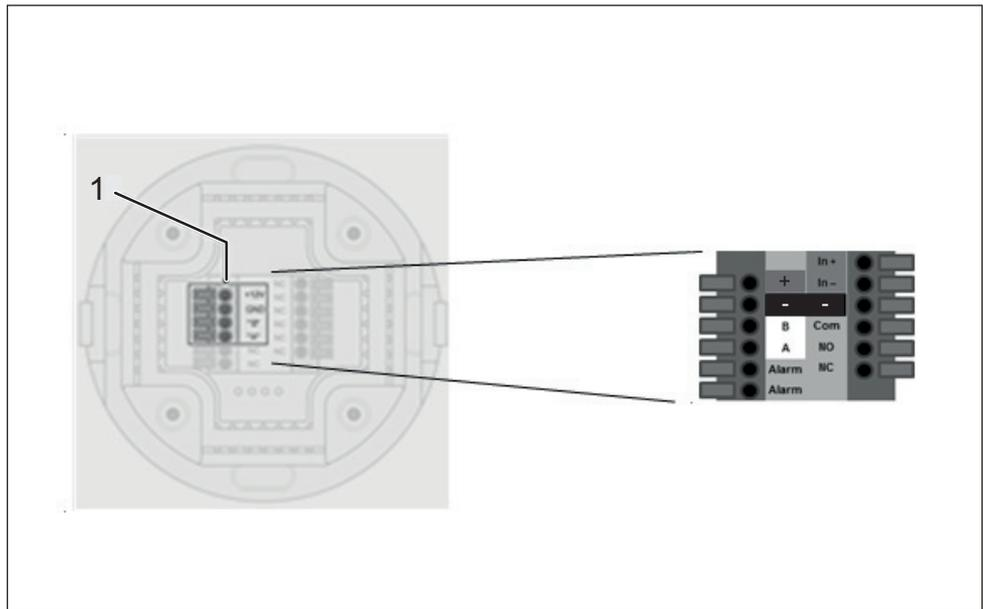

Fig. 10 : Bornes de raccordement sur la face arrière
3. Raccorder le câble de raccordement aux bornes (Fig. 10/1) du lecteur.